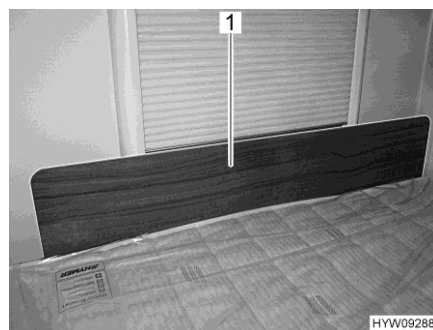

Bild 102 Skyddsplåt/fallskydd
- Sätt dit skyddsplåten (Bild 102,1) framför fönstret mellan madrassen och fönsterramen. Klämverkan på madrassen som håller fast skyddsplåten i dess position framför fönsterramen.